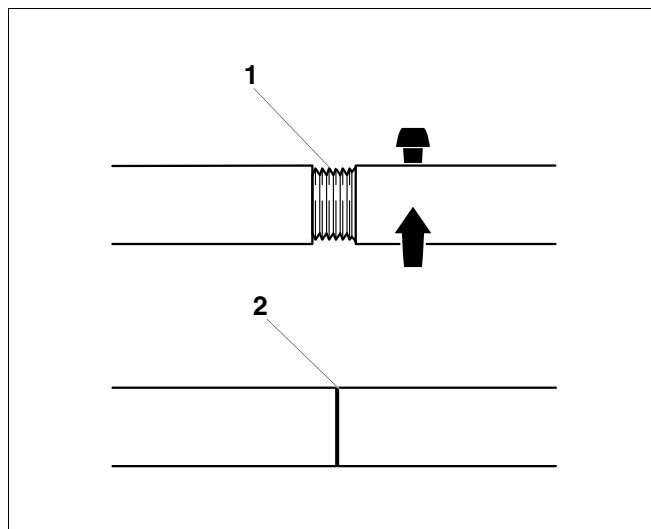

Fig. 16 Raccord des barres de serrage
Comme le fait de desserrer les outils de serrage de taille 2.3 peut éventuellement desserrer les raccords à vis des rallonges (fig. 16, **pos. 1**), ceux-ci doivent être contrôlés et resserrés si nécessaire avant la prochaine réutilisation de l'outil de serrage (fig. 16, **pos. 2**).